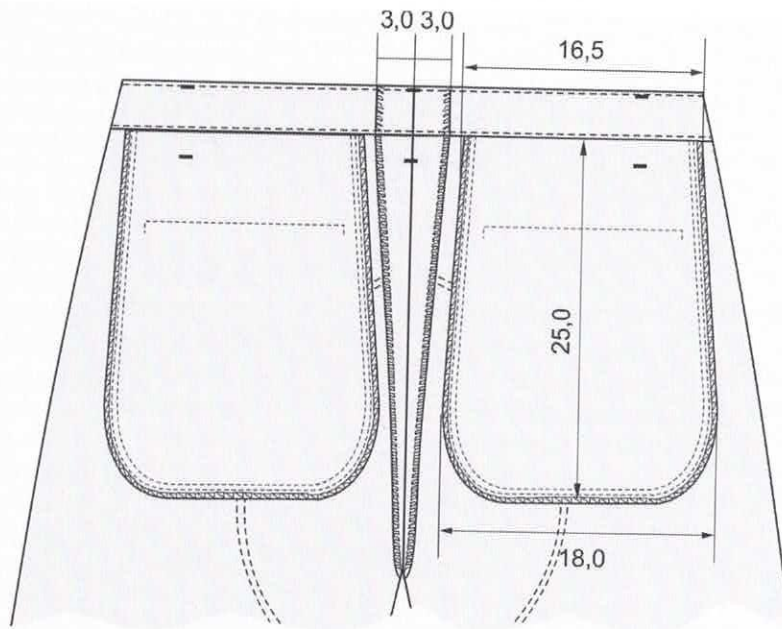

Figura 10: Detalhes Internos do Traseiro
4.6.3 Forros dos bolsos traseiros no mesmo tecido da calça, prontos com 25,0 cm de comprimento, 17 cm de largura na parte superior e 18,0 cm de largura na parte inferior de cantos arredondados (ver figura 10);